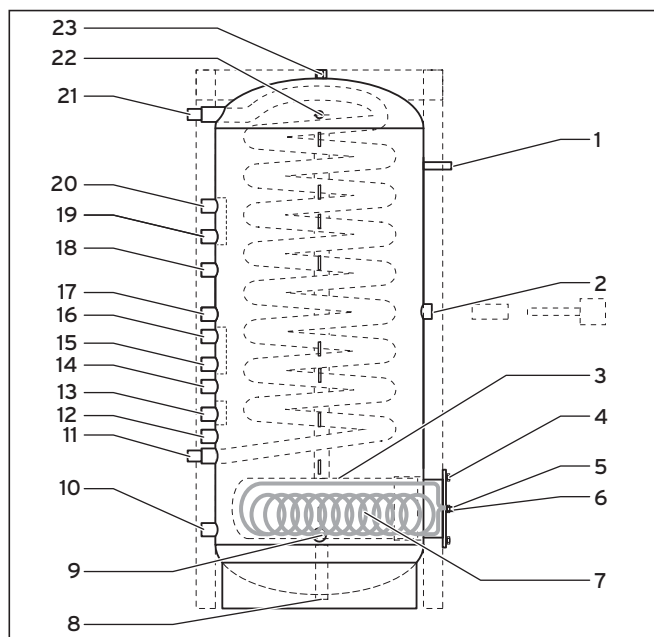

Fig. 2.4 Raccords tuyauterie, vue gauche
**Les raccords disposent partiellement d'amortisseurs d'admission qui permettent que l'arrivée de l'eau provenant des circuits de sources de chaleur n'influe pas sur la stratification thermique au sein du ballon. Observez pour cela scrupuleusement les consignes de raccordement indiquées ici (cf. fig. 2.4).**
Légende de la fig. 2.4 :